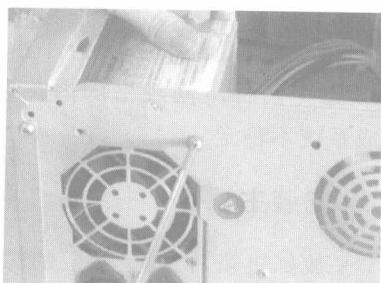

图 1.20 安装电源
(3) 确定机箱上的螺丝孔与电源的螺丝孔一一对应,然后用螺丝刀拧紧螺丝,如图 1.20 所示。